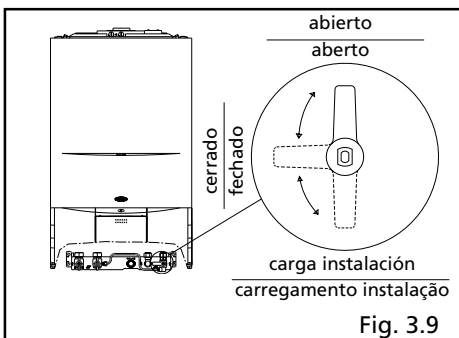

Fig. 3.9
- en caso de que la plantilla hidráulica de montaje esté instalada, actuar en el grifo 3 vías situado en la misma (fig. 3.9), posicionando la palanca en la posición "carga instalación".